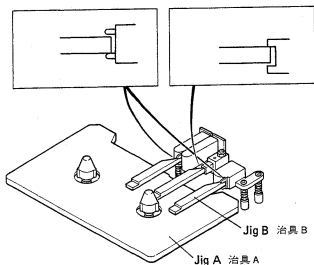

Fig. 4-4
1. Set jigs A and B as shown in Fig. 4-4, and put the deck into Play mode.
- 1). ヘッド調整治具A, Bを図4-4の様にセットしプレイモードにする。